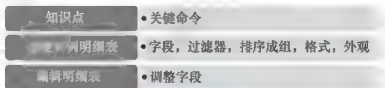

图 3.155 知识体系
(1) 对照图 3.155，梳理自己所掌握的知识体系，并与同学相互交流、研讨个人对某些知识点或技能技巧的理解。